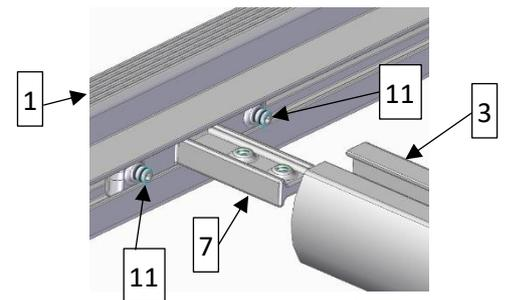
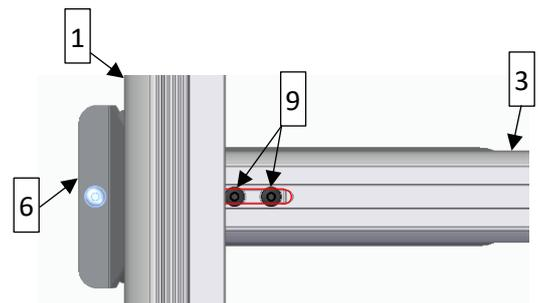

Abbildung 4
Abbildung 5
Nun können die Querträger 1.376mm (3) in die Nutensteine (12) der Anbauteile geführt werden wie in Abbildung 4. Innerhalb der Nut der Querträger befinden sich an beiden Rohr-Enden eingefräste Schlitze (Abb. 5) – diese müssen unbedingt nach oben zeigen. Nachdem die Querträger mittig auf dem Fahrzeug ausgerichtet wurden, können die Linsenkopfschrauben M6x12 (9) mit ca. 8Nm angezogen werden. Davor muss wieder Schraubensicherungslack auf dem Gewinde angebracht werden.
Je vier T-Verbinder (7) müssen in die langen Rahmenprofile 2.624mm (1) geschoben werden. Dann können die Gewindestifte (11) mit angebrachtem Schraubensicherungslack in die Gewinde der T-Verbinder (nur drei bis vier Gewindgänge – Abb. 4). Platzieren Sie die T-Verbinder (7) ungefähr im gleichen Abstand wie die Halterungsbleche (6) auf dem Fahrzeugdach und führen diese dann in die Querträger (3).
Von oben sollten Sie die Schlitze in der Nut der Querträger sehen (Abb. 5) und darunter die T-Verbinder (7). Drücken Sie die Rahmenprofile (1) Richtung Querträger (3) und befestigen anschließend die T-Verbinder (7) durch jeweils zwei Linsenkopfschrauben M6x12 (9), die ebenfalls mit Schraubensicherungslack gesichert werden müssen. Die Gewindestifte (11) müssen zur Fixierung der langen Rahmenprofile fest verschraubt werden.